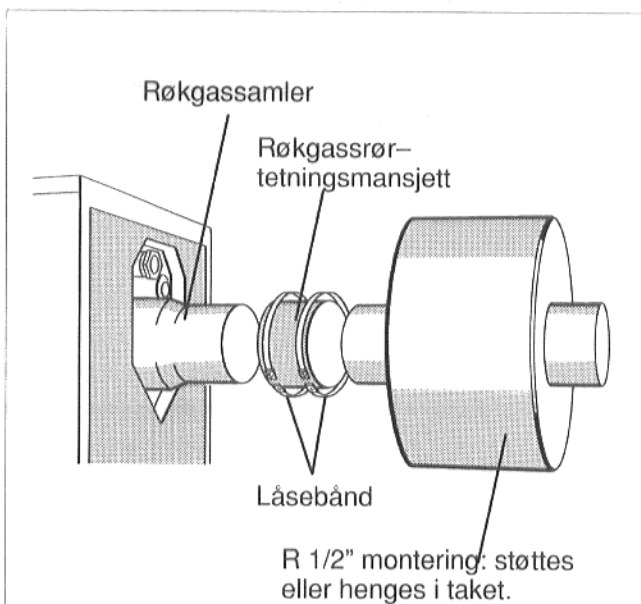

fig. 8 Loddrett montering veggavstand minst 700
I kombinasjon med en RE–brenner inngår røkgasslyddemperen i kjeleleveransen (fig. 8).
- Ett låsebånd skyves over røkgassamleren og ett over den sylindriske enden på røkgasslyddemperen (fig. 8).